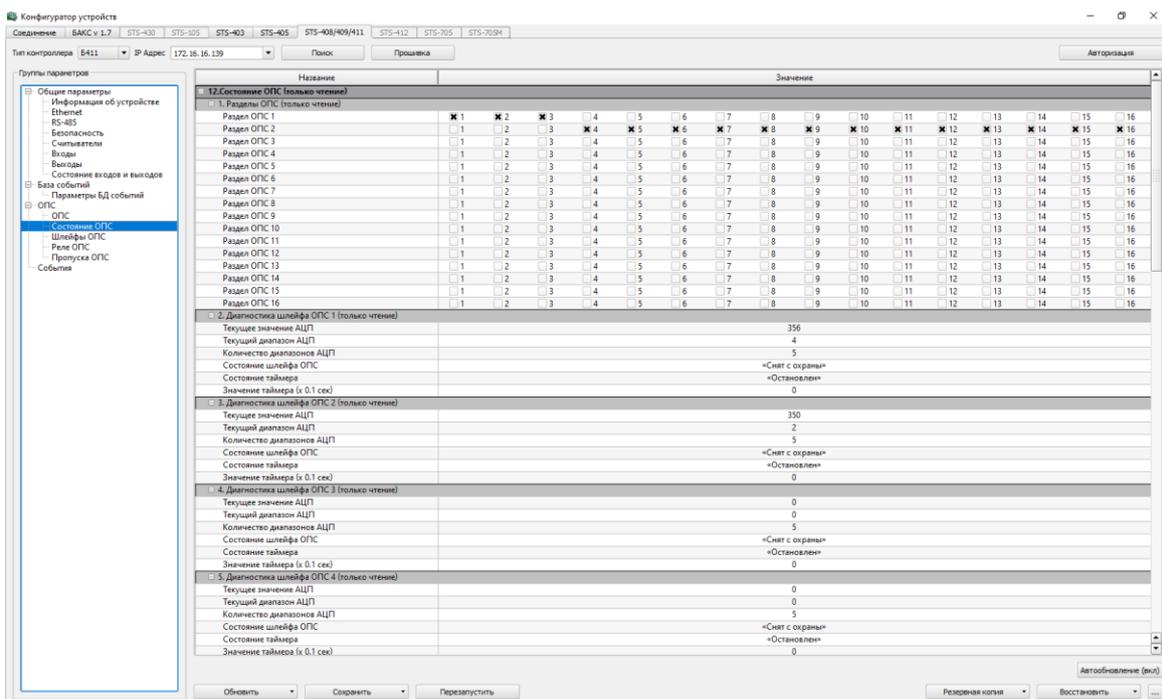

Рисунок 25 – Состояние ОПС
- Состояние ОПС – здесь отображается состояние шлейфов, их диагностика (рисунок 25)